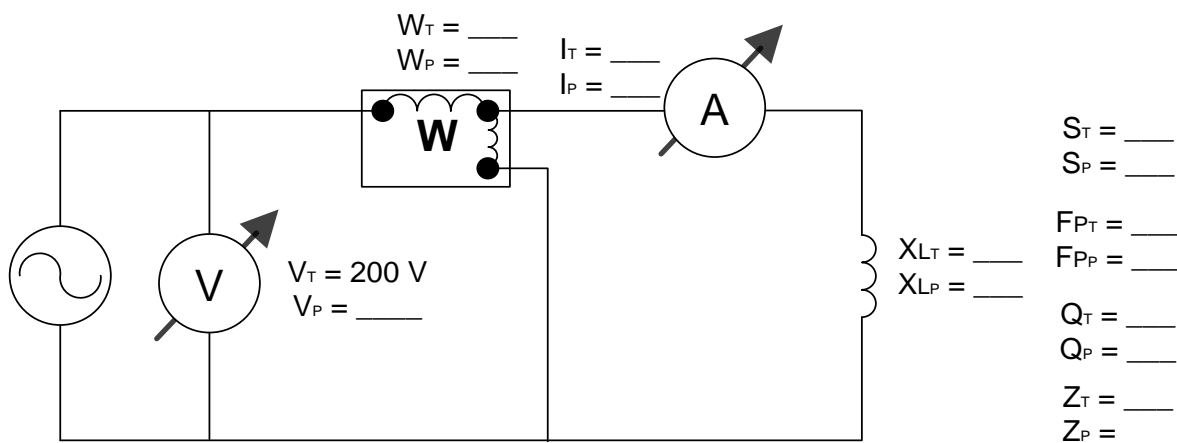

Figura 9 – Esquema básico para a ligação da carga indutiva
**Ensaio 2:** Desconectar a resistência  $R$ , conectar a indutância  $L$ , conforme o circuito da Figura 9, realizar as leituras dos instrumentos e calcular os valores indicados: